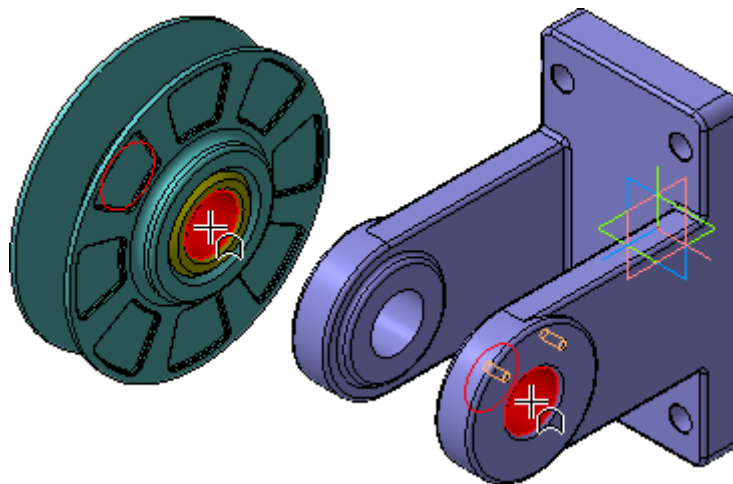

Рисунок 3.
- Укажите цилиндрические грани Втулки и Вилки (рис.3).